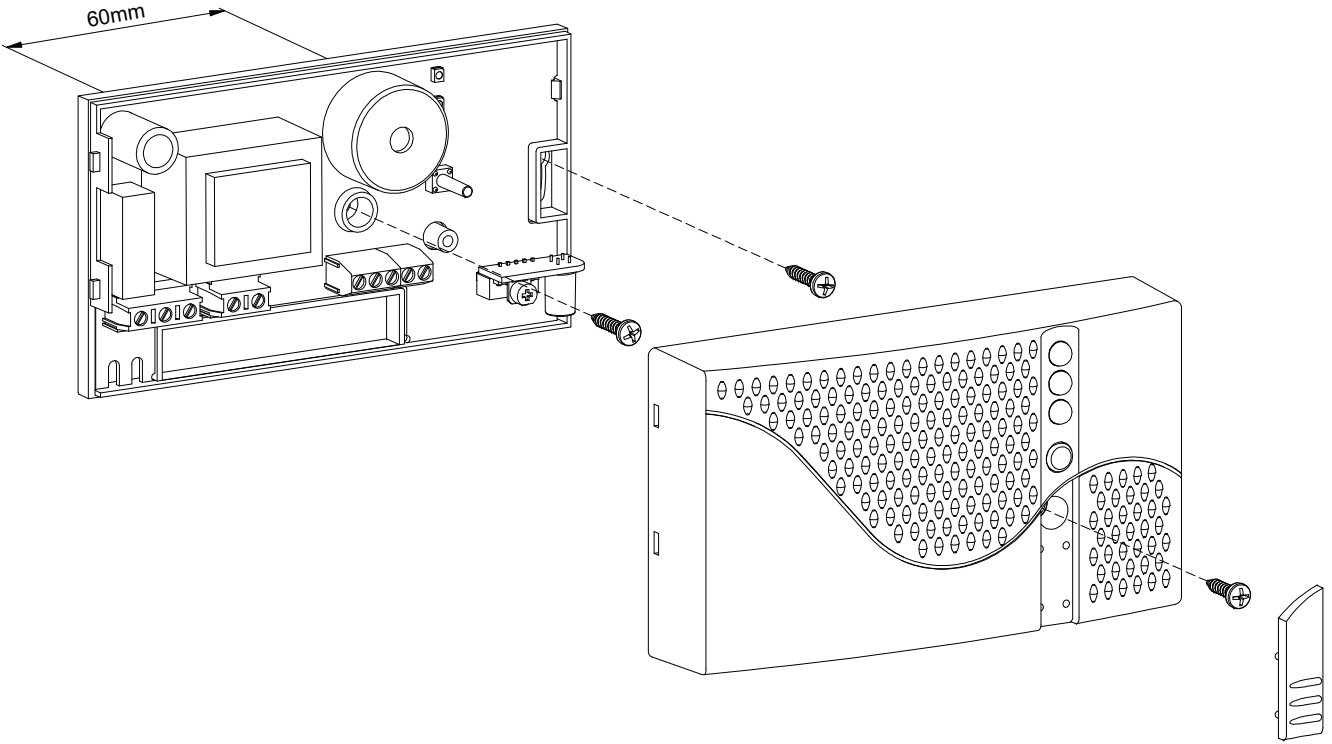

Fig. 2: Ejemplo de instalación de un SEGUGIO *plus* -
3. Quitar la tapa como indica la Fig. 2.